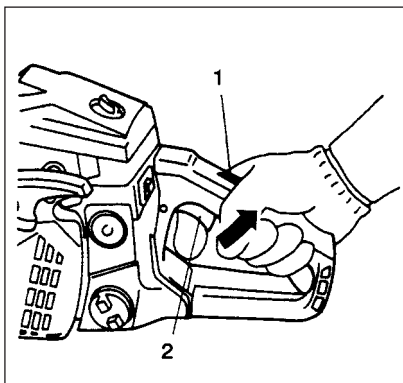

Fig. 2-4B
- Når du hører, at motoren ønsker at starte, træk gashåndtagets udløser (4), mens du holder sikkerhedsudløseren (2) nede. Det vil frigive gashåndtaget fra startposition til kørsposition og sætte chokerknoppen til kørsposition automatisk (Fig. 2-4B).